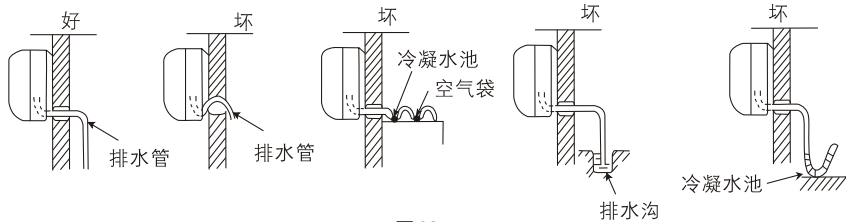

图 32
- (1) 用附件⑰排水管与室内机组的出水管连接起来。
- (2) 如要使冷凝水流得舒畅,排水管应倾斜少许,如图32所示。